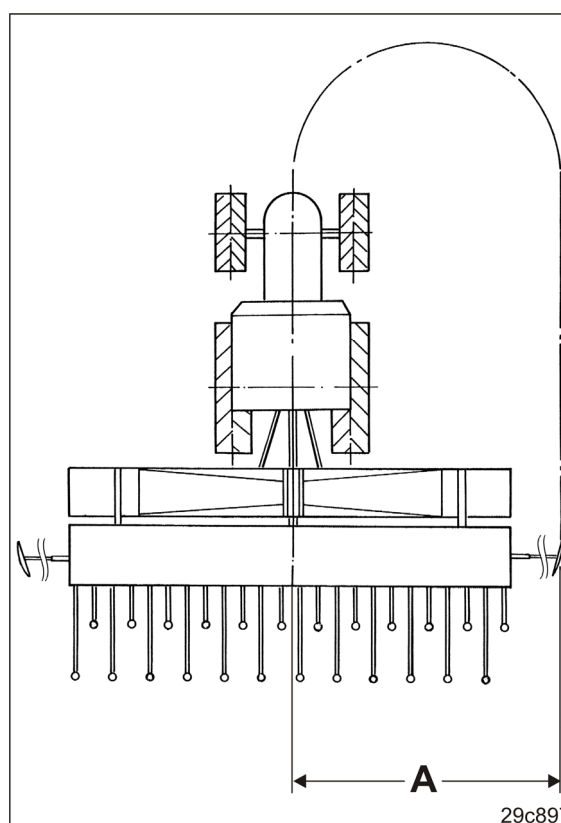

Fig. 171
- 4.4 Ajuste o comprimento do riscador no comprimento "A" (consulte a tabela Fig. 171).